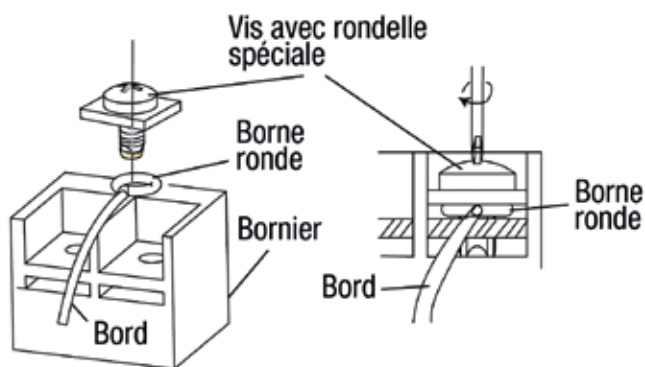

Fig. 30
- (1). Couper l'extrémité du fil à l'aide d'un coupe-fil ou d'une pince coupante, puis dénuder l'isolant sur environ 10 mm. (3/8").
- (2). À l'aide d'un tournevis, retirez les vis des bornes.
- (3). À l'aide d'un crochet circulaire en cuivre, fixez correctement chaque crochet à la borne du fil.
- (4). Positionner la borne circulaire et la fixer avec une vis à l'aide d'un tournevis. (Fig.30)